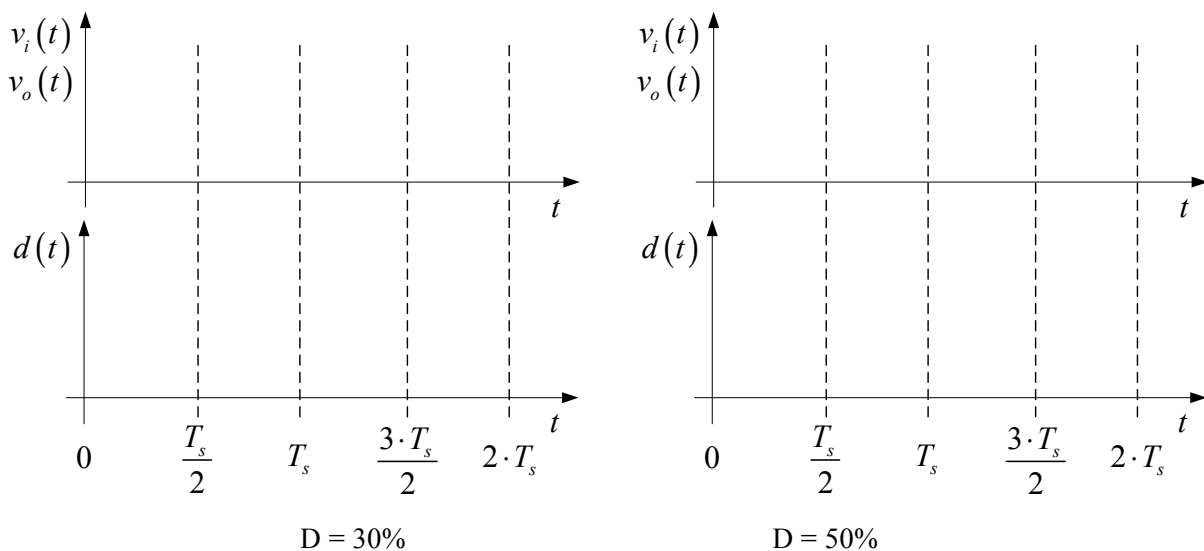

Figura 30 – Principais formas de onda do conversor cc-cc Boost.
- 1) Esboce as formas de onda observadas no osciloscópio na Figura 30.